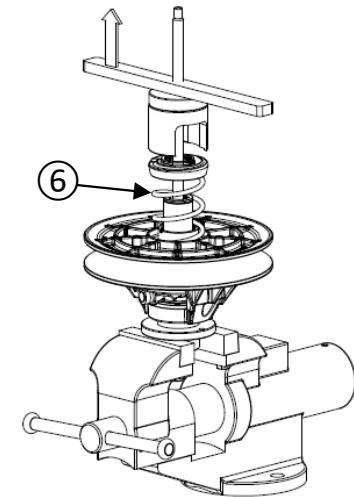

Figure 19
- Dévissez lentement la barre sur la tige filetée pour relâcher la tension du ressort ⑥ (figure 19).